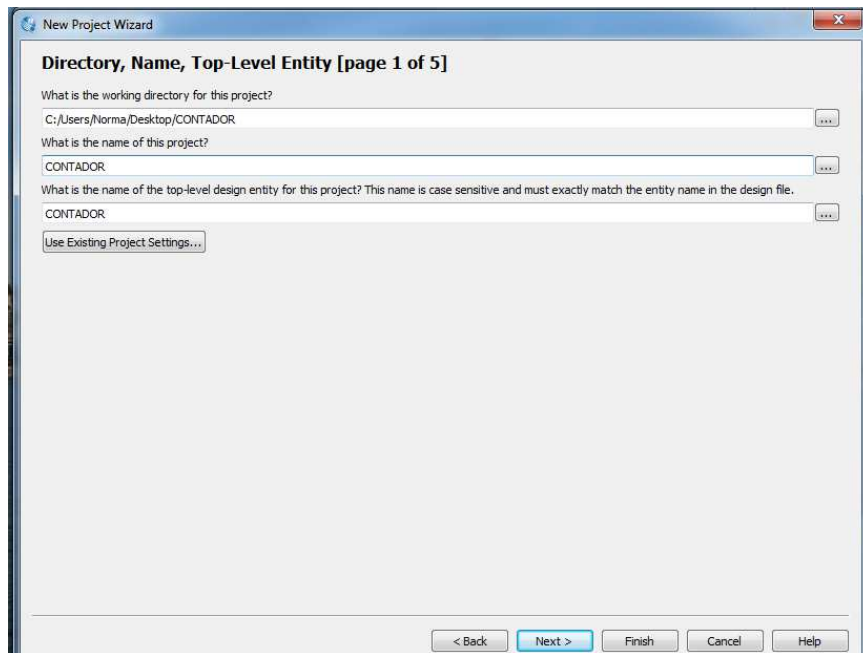

Figura 2. Creación de un nuevo proyecto.
- En la opción “Create a new project” del menú inicial, seleccione “Next”. Al hacer esto aparece una ventana de ayuda para introducir el nombre y la localización del proyecto, tal como se muestra en la figura 2 y seleccione “Next”.